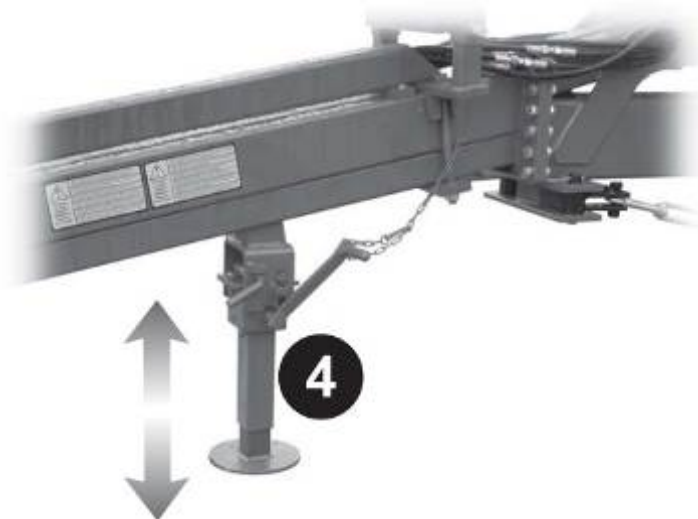

Рисунок 4.
- Смонтировать домкрат-опорную стойку (рис. 4).